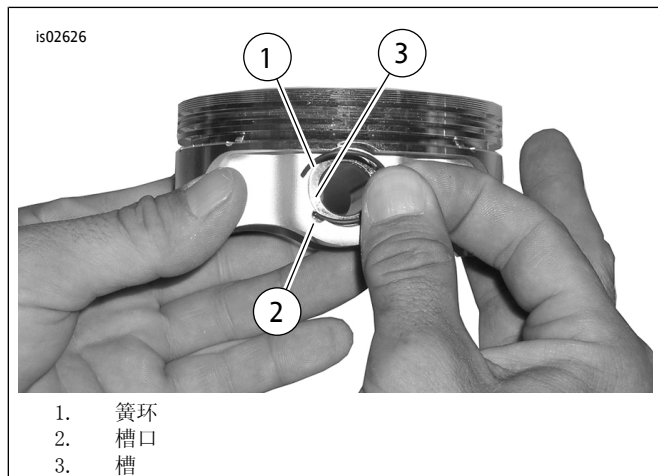

图3。簧环与活塞
1. 参见图3。将簧环（1）的开口端插入活塞销凸台周围槽（2）的槽口（3），并使其间隙在安装后位于垂直向上或垂直向下位置。